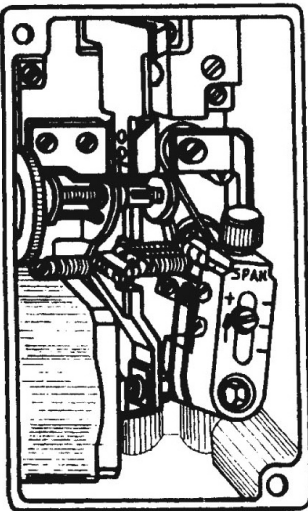

图16 改变后的状态
①拆除弹簧螺栓和取下反馈弹簧与零位弹簧。
②松开安装螺栓，取下量程调整机构。
a.把量程调整机构(3#)的安装螺栓穿过底座孔按图16所示固定。安装时请注意反馈板旋转中心位置应位于反馈板的右侧。把底座的另一个固定螺钉拧紧。
整个特性改变过程完成，请参阅图16。